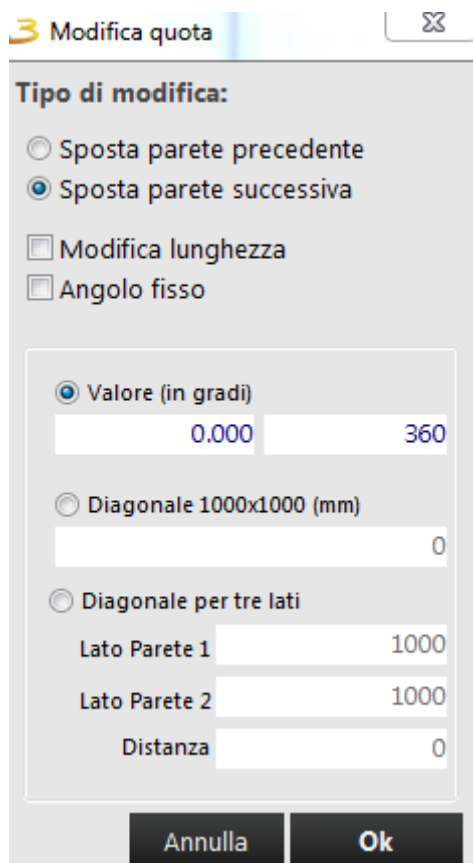

Figura 5.7
Per fare ciò bisogna posizionarsi con il mouse al di sopra dell'angolo, quando compare la targhetta gialla, si preme spazio (oppure invio), figura 5.6. A questo punto comparirà una finestra come in figura 5.7.
- ✧ Imposta Angolo: consente di impostare un angolo per una singola parete, figura 5.7;